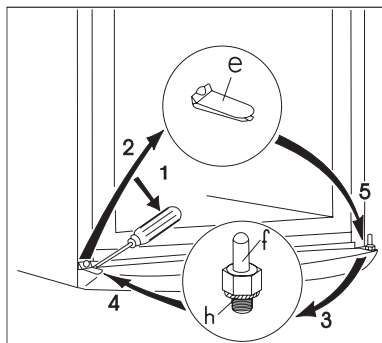

Рис. 4
- Приподнять при помощи отвертки вкладыш (e) нижней решетки настила (рис. 4).
- Выкрутить нижний несущий болт двери морозильной камеры (h, f) и вкрутить его с другой стороны. Не забудьте про подкладную шайбу (h) (рис. 4).
камеры на нижний несущий болт (f) (рис. 4).